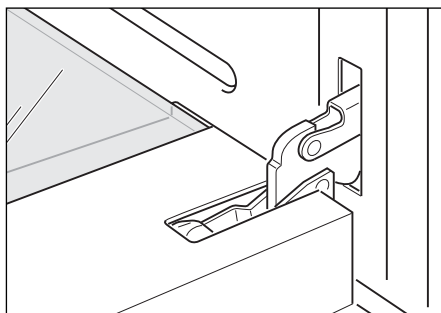

Fig. 40a
- Ouvrez entièrement la porte du four (Fig. 40a).
- 1 Assurez-vous que la porte est verrouillée en position ouverte (voir Fig. 40a à 40c).